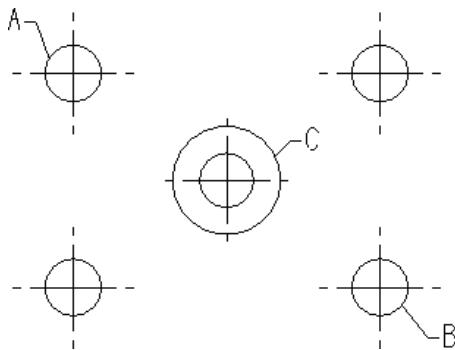

图 3-120 打开示例图形
- 01 在“文件”工具栏中单击“打开文件”按钮，打开光盘中“第 03 章\3.6.1 绘制矩形实例.MCX-7”，如图 3-120 所示。